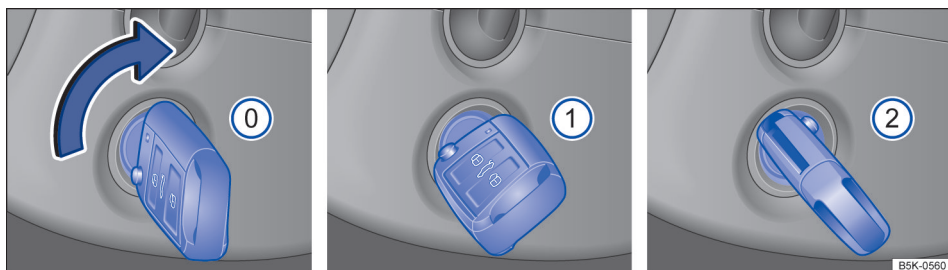

Fig. 102 Ao lado do volante à direita: posições da chave do veículo no cilindro da ignição.
Posições da chave do veículo → Fig. 102
- ① Ignição desligada. A chave do veículo pode ser removida.
- ① Ignição ligada. O bloqueio da direção pode ser liberado.
- ② Pisar no pedal do freio quando a luz de controle  estiver acesa em verde. Estabelecer a prontidão para condução. Quando a prontidão para condução estiver estabelecida, soltar a chave do veículo. Ao soltar, a chave do veículo retorna à posição → Fig. 102 1.